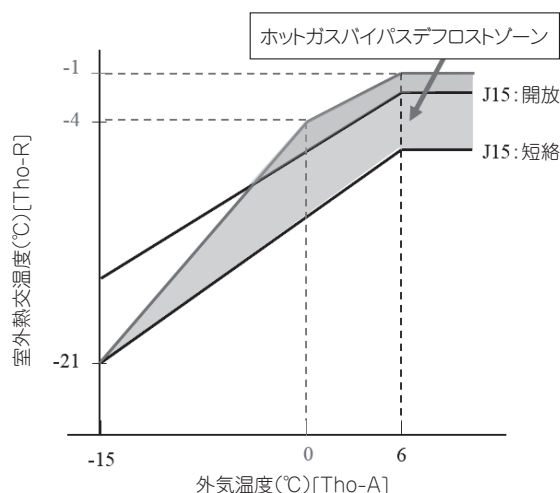

図3
- 3) 図3において、外気温度 Tho-A によって決定される温度領域に、熱交温度 Tho-R1 が、3分間連続して入る場合